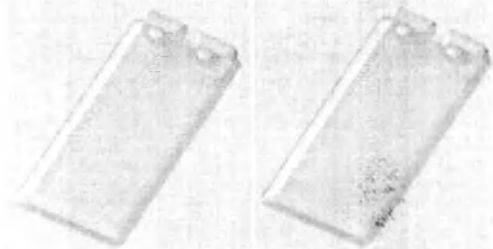
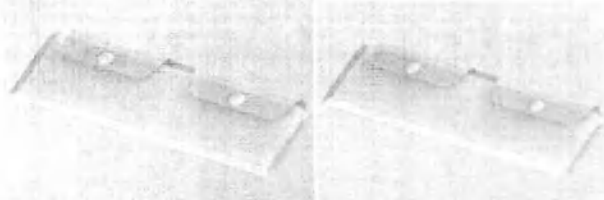

Рисунок 10 Чехол для излучателя № 4 (2 шт)
Рисунок 11 Чехол для излучателя № 5 (2 шт)
4.3.9. Чехол для излучателя № 4 (Рис. 10) и Чехол для излучателя № 5 (Рис. 11) служат для защиты излучателей от загрязнений и облегчения процедуры их дезинфекции.